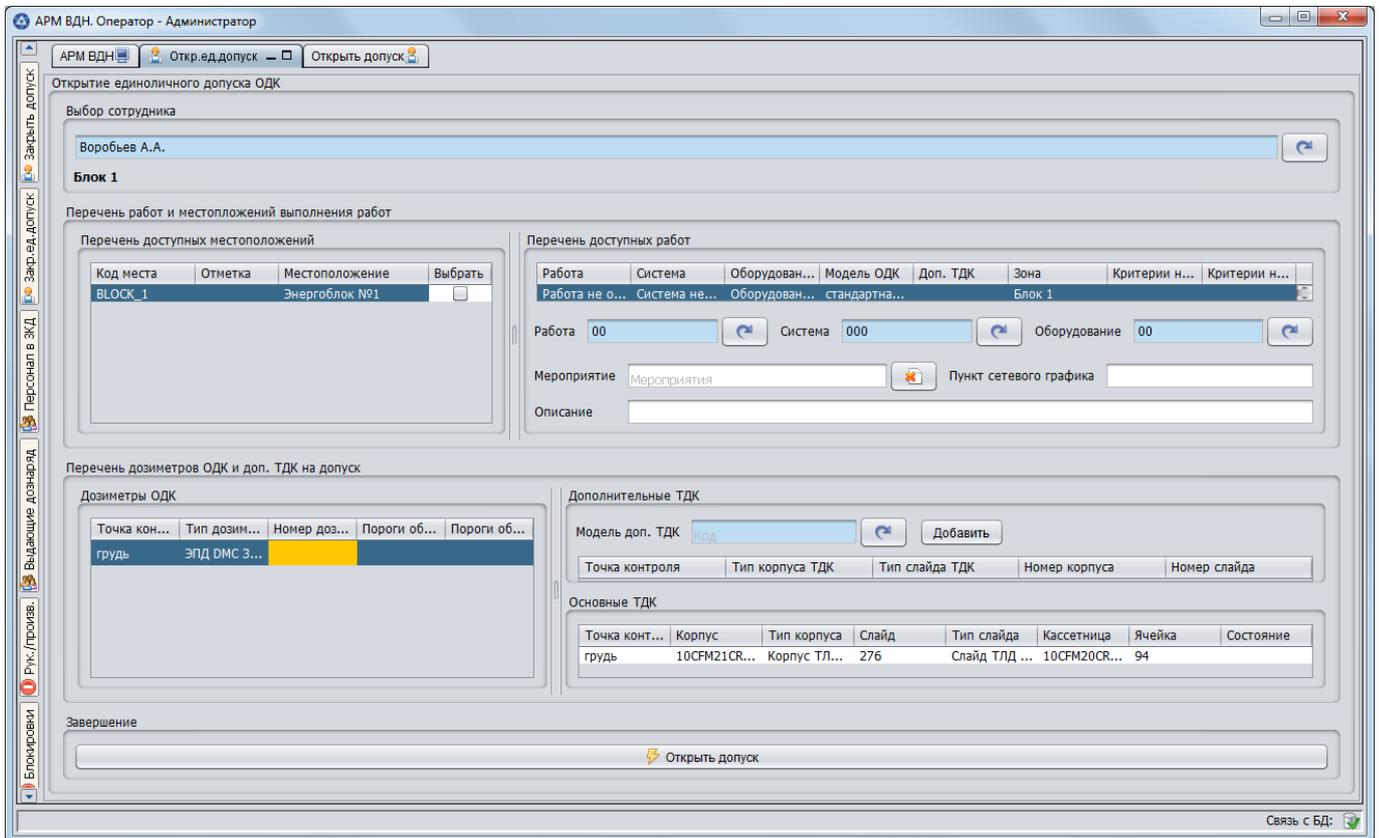

Рисунок 10
3.4.8.1. Панель «Едиличный допуск» предназначена открытия персоналу единого допуска в ЗКД. Состав панели «Едиличный допуск» приведен на рис. 10.